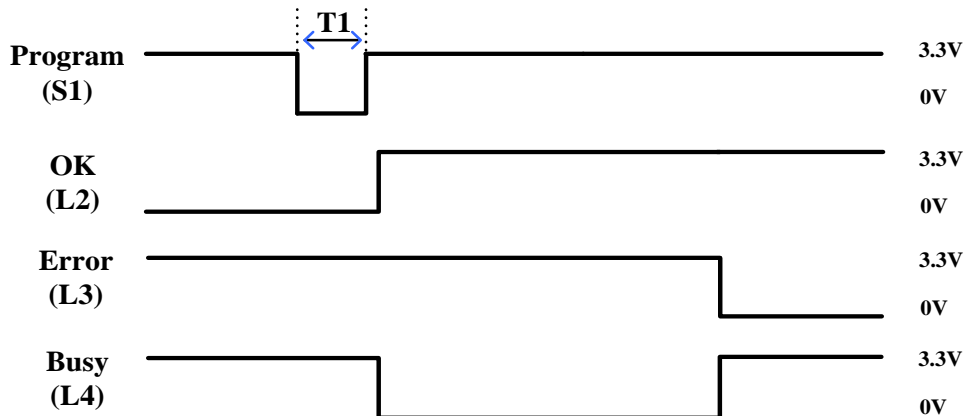

图 4-3d
自动烧录控制讯号时序图，烧录失败如下图 4-3d
- 3) 可持续对 Error(L3) Pin 进行查询，若从高脉冲变低脉冲，如上图 4-3d，则代表烧录失败；